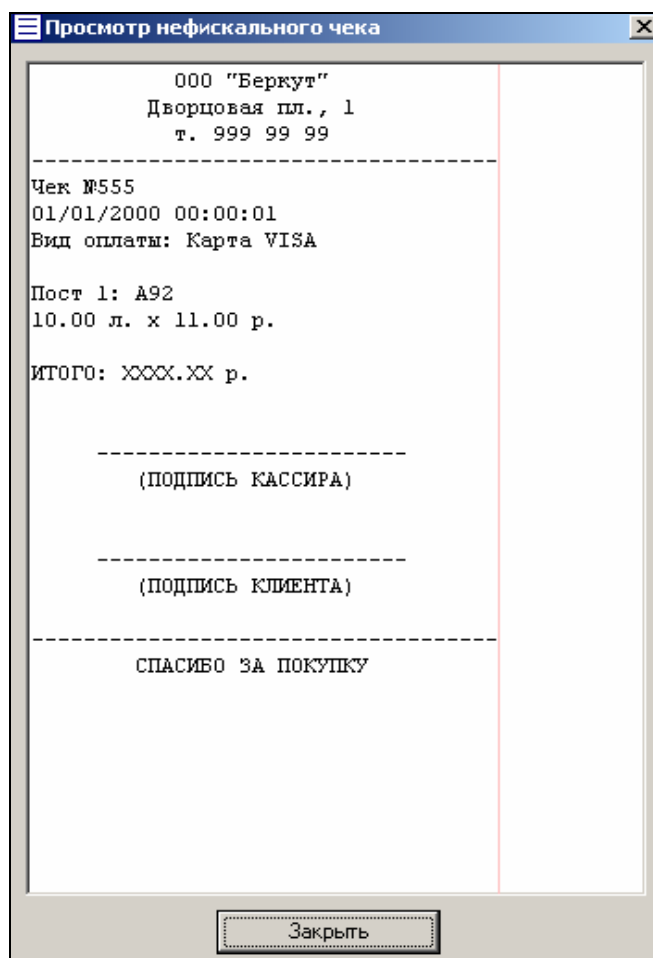

Рисунок 19
- Кнопка *“Просмотр”* – показывает, как на чековой ленте будет печататься нефискальный чек с замененными тегами (рисунок 19).